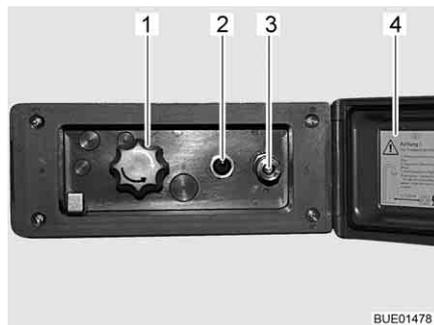

Bild 95 Duschanschluss außen
- Deckel (Bild 95,4) entriegeln und öffnen.
- Schlauch der Außendusche am Schnellverschluss (Bild 95,3) anschließen.
- Wasserpumpe mit Schalter (Bild 95,2) einschalten.
- Wassertemperatur mit Drehknopf (Bild 95,1) nach Wunsch einstellen.
- Wasserpumpe mit Schalter (Bild 95,2) ausschalten.
- Deckel (Bild 95,4) schließen und mit Schlüssel verriegeln.
- Drehknopf (Bild 95,1) auf Mittelstellung stellen.